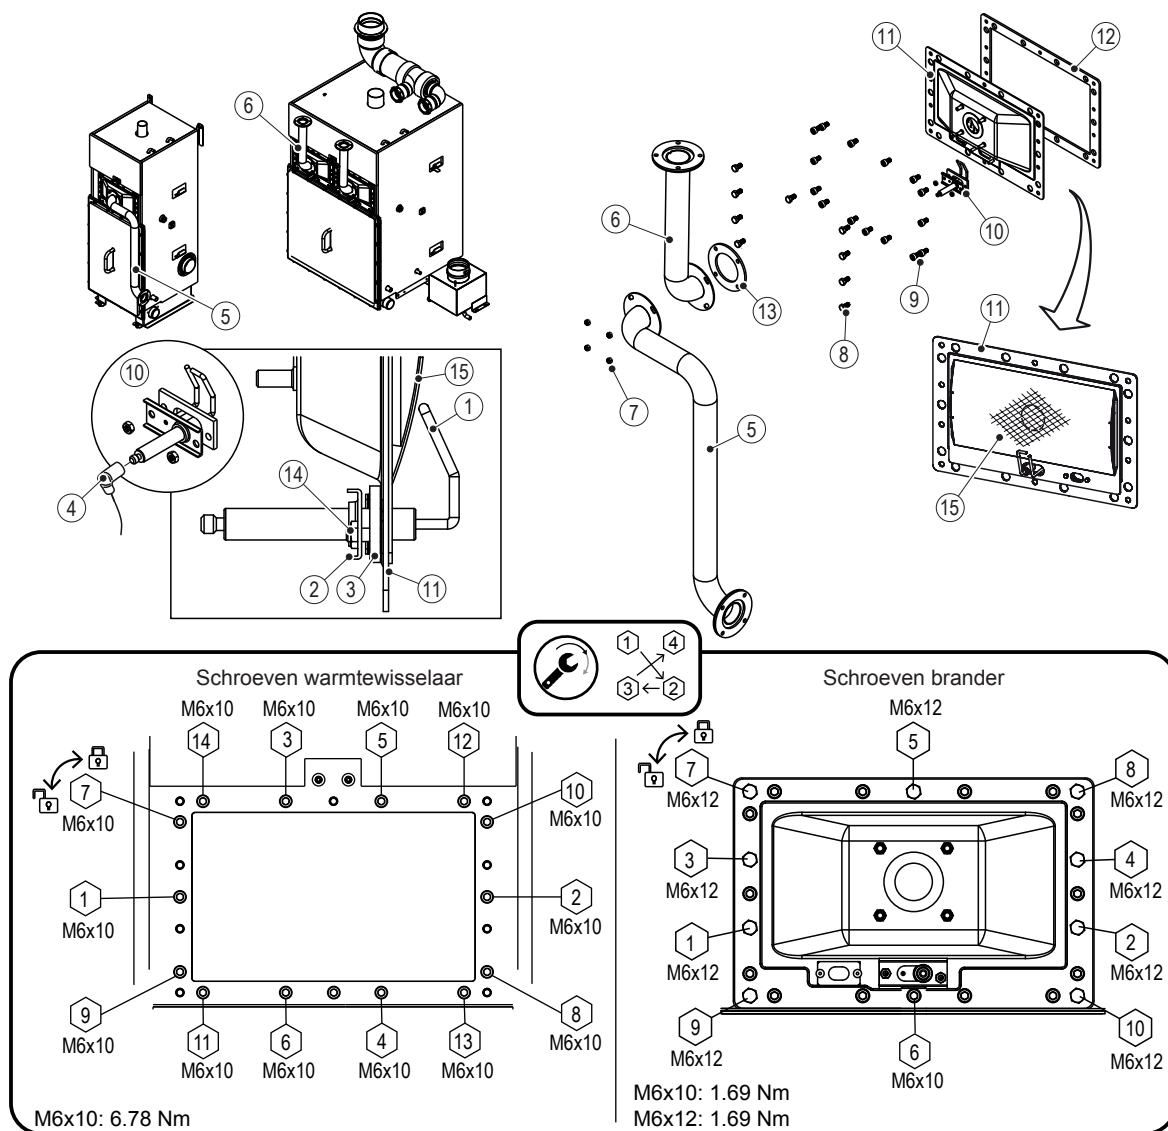

Fig. 16: De brander reinigen
De brander(s) in de Condair GS-luchtbevochtiger heeft (hebben) geen onderhoud nodig. Als de brander(s) echter niet goed functioneert (functioneren), reinig dan de brander(s) en de vonkontsteker(s) zoals hieronder beschreven. Zie Fig. 16 op pagina 62.
10. Breng nikkel anti-vastloop smeermiddel (Loctite® LB 771™ of gelijkwaardig) aan op de M6×12 zeskantbouten voor de montage. Installeer met M6-borgringen. Veeg overtollig smeermiddel weg. Draai de **M6x12 bouten en de M6x10 bout vast met 1,69 Nm**. Zie Fig. 16 op pagina 62.